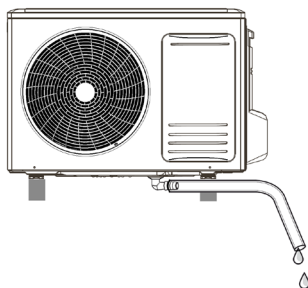

fig. 10 -
2. Conecte al racor ("fig. 10 -") una manguera que tenga la resistencia suficiente para no deformarse ni crear estrangulamientos.